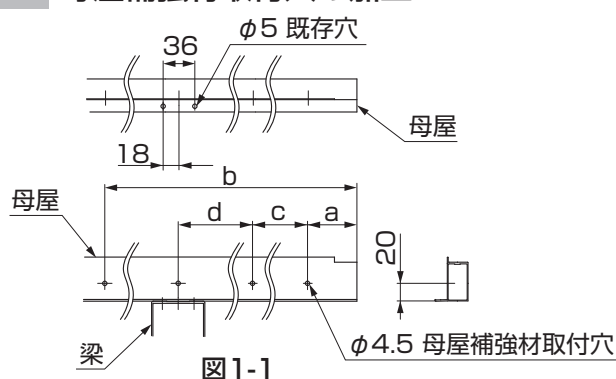

図1-1
①母屋の側面にφ4.5の母屋補強材取付用の穴加工をしてください。(図1-1・表1-1参照)